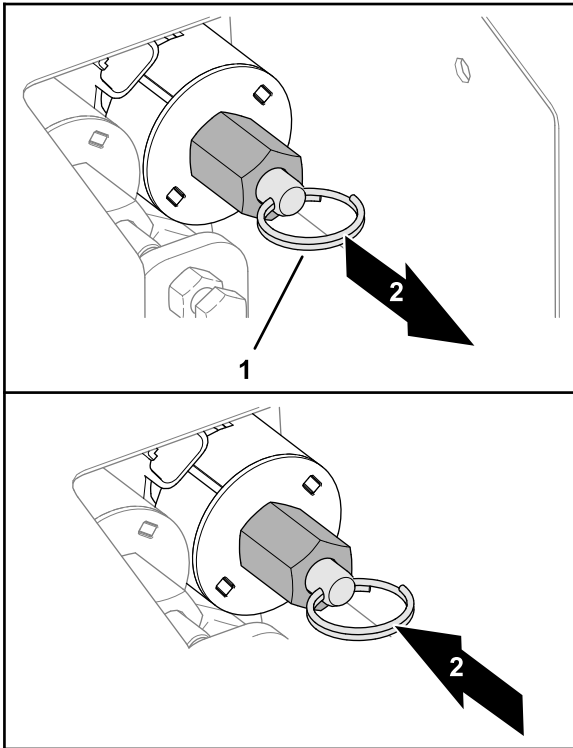

Figura 36
- Per abbassare la tramoggia (Figura 36), tirate l'anello sullo stelo della valvola.
- Per sollevare la tramoggia (Figura 36), spingete l'anello apribile sullo stelo della valvola.